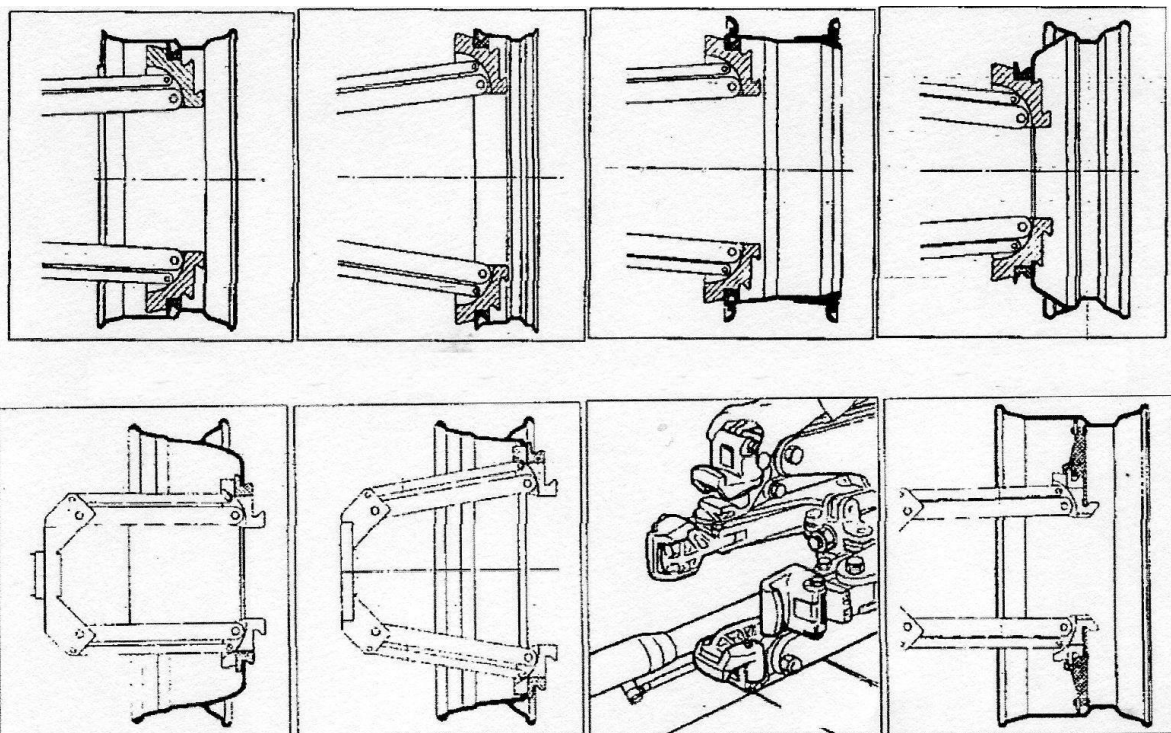
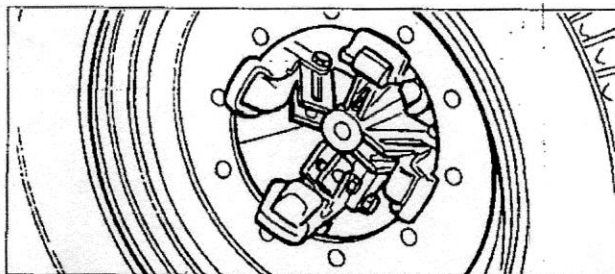

Рисунок 13
Рисунок 14
8.2.1.6 Наиболее удобные позиции закрепления на ободе можно выбрать согласно Рисунок 13.
8222 Зажимы типа GL вставляются (крепёж байонетного типа) в рычаг на самоцентрирующемся зажиме (см. Рисунок 13). Благодаря барашковому винту, зажим можно закрепить на стойке. Закрепите обод, как показано на Рисунок 14.
Для работы с ободьями диаметром более 42" без фланца центрального отверстия колесо можно закрепить с помощью надставок РА (опция). Вставьте надставку зажима в рычаг зажима на рычаге самоцентрирующегося зажимного устройства (байонетный крепёж) и закрепите её барашковой гайкой (см. Рисунок 13).